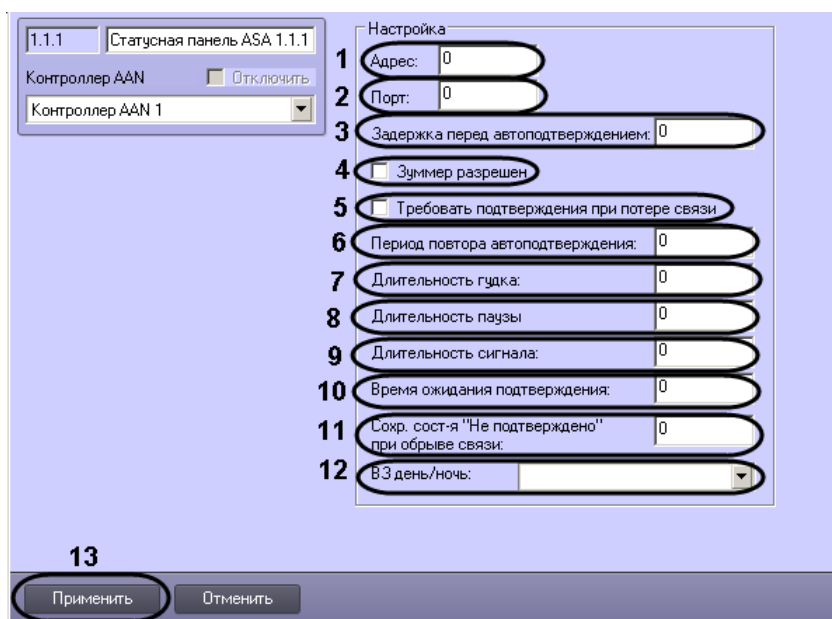

Рис. 3.4–6 Панель настроек объекта Статусная панель ASA
2. Ввести в поле **Адрес:** уникальный адрес панели ASA (см. Рис. 3.4–6, 1).
3. Из раскрывающегося списка **Порт:** выбрать порт подключения панели ASA (см. Рис. 3.4–6, 2).